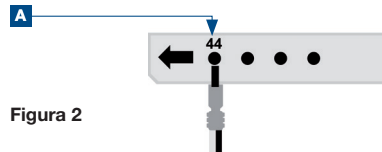

Figura 2
- 08 Instalar o cabo (preto/branco) no conector do conjunto de cabos XE1 (**figura 2**):